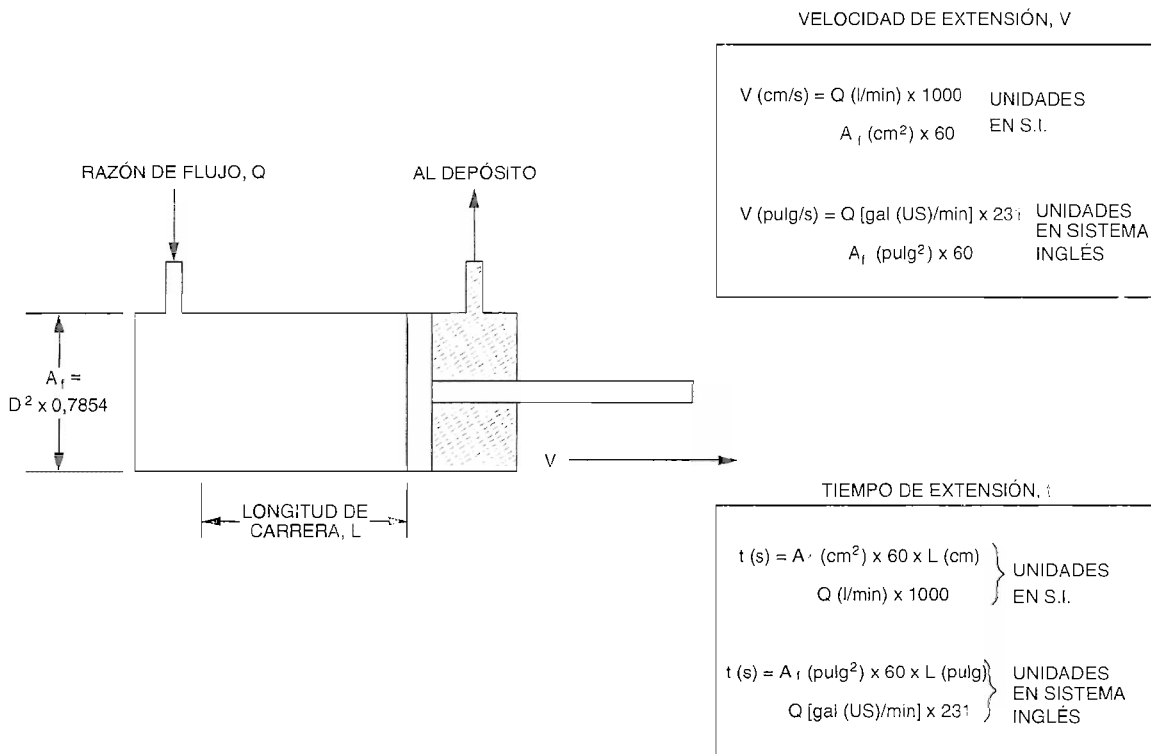

Figura 2-24. Velocidad del vástago durante su extensión.
La **velocidad de extensión** del vástago de un cilindro, entonces, es igual a la razón de flujo de aceite dividida entre el área **total** del pistón como lo muestra la Figura 2-24. La razón de flujo y el área del pistón son multiplicadas por constantes de multiplicación para resultados numéricos correctos. La Figura 2-24 también muestra la fórmula, calculando el tiempo de extensión del vástago del cilindro, la cual es una variación de la fórmula utilizada, para calcular la velocidad de extensión.
- 1. ¿Cuál es la fórmula para calcular el tiempo de extensión, t , del vástago de un pistón? (Consulte la Figura 2-24.)